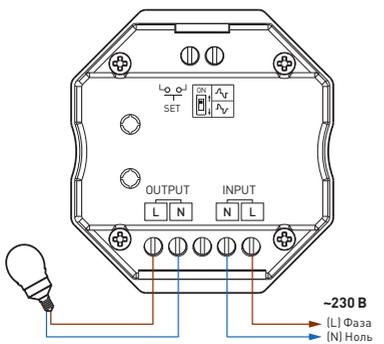

Рис. 3. Схема подключения диммируемых ламп с питанием AC 230 В
3.2. Подключите механизм согласно схеме на рис. 3. или 4: